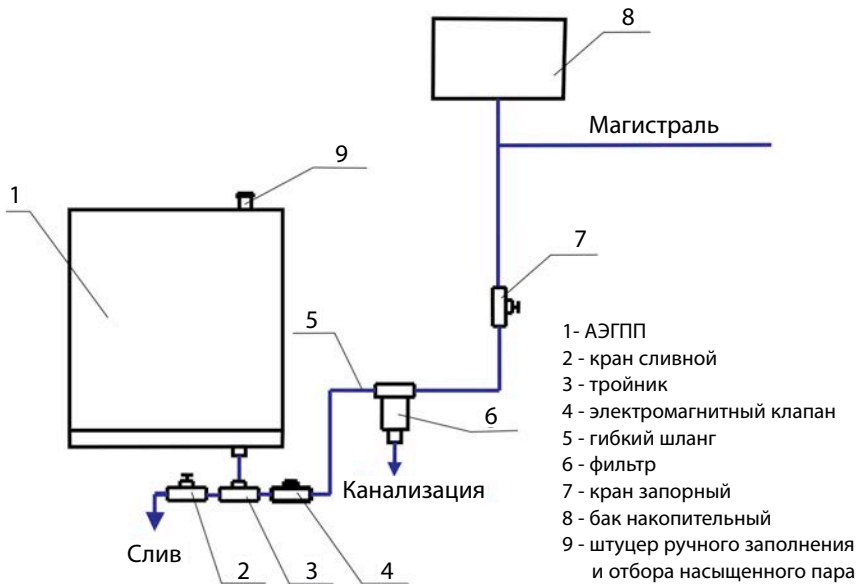

Рис.4 Схема подключения АЭГПП при эксплуатации в автоматическом режиме заполнения водой
См. (рис. 4). В любом случае перед АЭГПП следует установить запорный кран (поз.7 рис.4). При необходимости установить кран слива воды (поз.2 рис.4). (В штатной комплектации –силиконовая трубка и силиконовая пробка.) В целях обеспечения экологической чистоты, генерируемой высокотемпературной паровоздушной смеси, а также устойчивой и надежной работы ЭГПП, рекомендуется предварительная очистка воды с помощью безкартриджного самопромывного фильтра типа ФИБОС или АРТЕЗИАН (поз.6 рис.4).
2.3.2.1 В ручном режиме наполнения АЭГПП водой закрыть сливной кран (силиконовую пробку) (поз.2 рис.4), заполнить ЭГПП водой через штуцер в верхней части (поз.9 рис.4) до перелива воды на пол. Закрыть заливной штуцер заглушкой. В автоматическом режиме закрыть сливной кран (силиконовую пробку) (поз.2 рис.4) и открыть заливной кран (поз.7 рис.4)